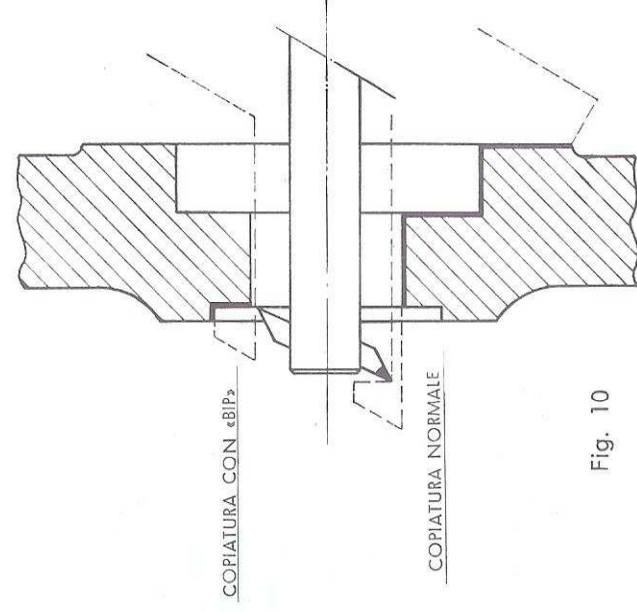

Fig. 10
- 2) Possibilità di riprodurre profili, anche con copiatore in uscita (fig. 10).